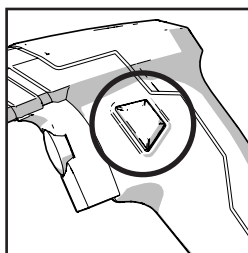

Fig. 6
- Appuyez sur l'interrupteur de verrouillage et maintenez-le enfoncé. (Fig. 6)